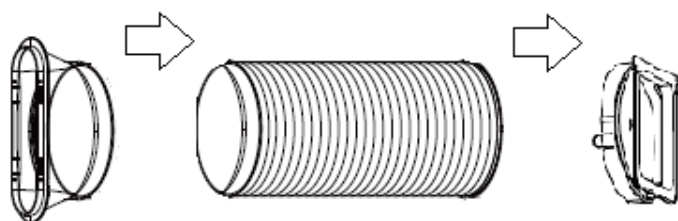

Figure 1
2. Insérez l'autre extrémité du flexible dans le connecteur. (**Figure 1**)